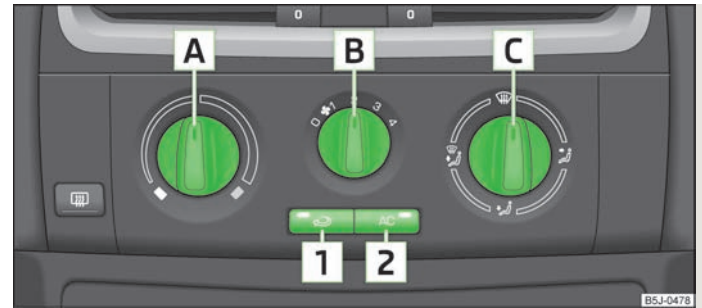

Abb. 76 Klimaanlage: Bedienungselemente
Die Kühlanlage arbeitet nur dann, wenn die Taste **AC** **Z** » Abb. 76 gedrückt ist und folgende Bedingungen erfüllt sind:
- Den Drehregler **A** » Abb. 76 nach rechts drehen, um die Temperatur zu erhöhen.
- Den Gebläseschalter **B** » Abb. 76 in eine der Positionen 1 bis 4 drehen, um das Gebläse einzuschalten.
- Mit dem Luftverteilungsregler **C** » Abb. 76 wird die Richtung des Luftaustritts geregelt » Seite 75.
- Die Taste **AC** **Z** » Abb. 76 drücken, in der Taste leuchtet die Kontrollleuchte auf.
- Bedienungselemente **[A]** » Abb. 76, **[B]**, **[C]** und Tasten **[1]** und **[2]**.
› Die Taste  **[1]** » Abb. 76 drücken, in der Taste leuchtet die Kontrollleuchte auf.
› Die Taste  **[1]** » Abb. 76 erneut drücken, die Kontrollleuchte in der Taste erlischt.
Wenn der Luftverteilungsregler **[C]** » Abb. 76 in der Position  steht, wird der Umluftbetrieb automatisch ausgeschaltet. Durch wiederholtes Drücken der Taste  kann auch in dieser Stellung der Umluftbetrieb wieder eingeschaltet werden. ▶